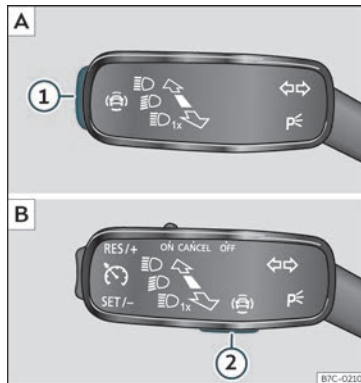

Fig. 63 Na panca de intermitentes e de luz de estrada: tecla para os sistemas de asistencia ao condutor (dependendo das versións).
- Prema brevemente a tecla » fig. 63 ① ou ② para abrir o menú **Asistentes**.